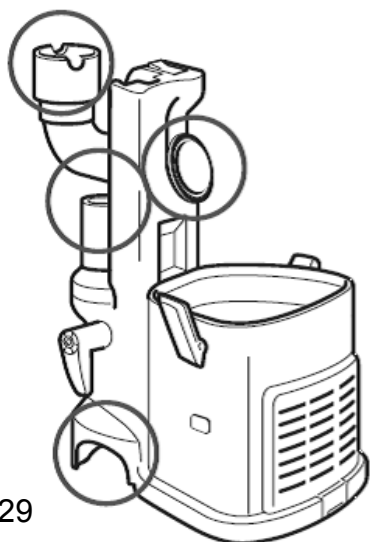

Рис.29
5. Распрямить шланг и заглянуть внутрь, чтобы проверить отсутствие засоров. Снять пылесборник и удлинительную трубку, отсоединить съемную емкость от щетки для пола с электроприводом. Проверить все 4 отверстия на отсутствие засоров в них (**Рис.29**).